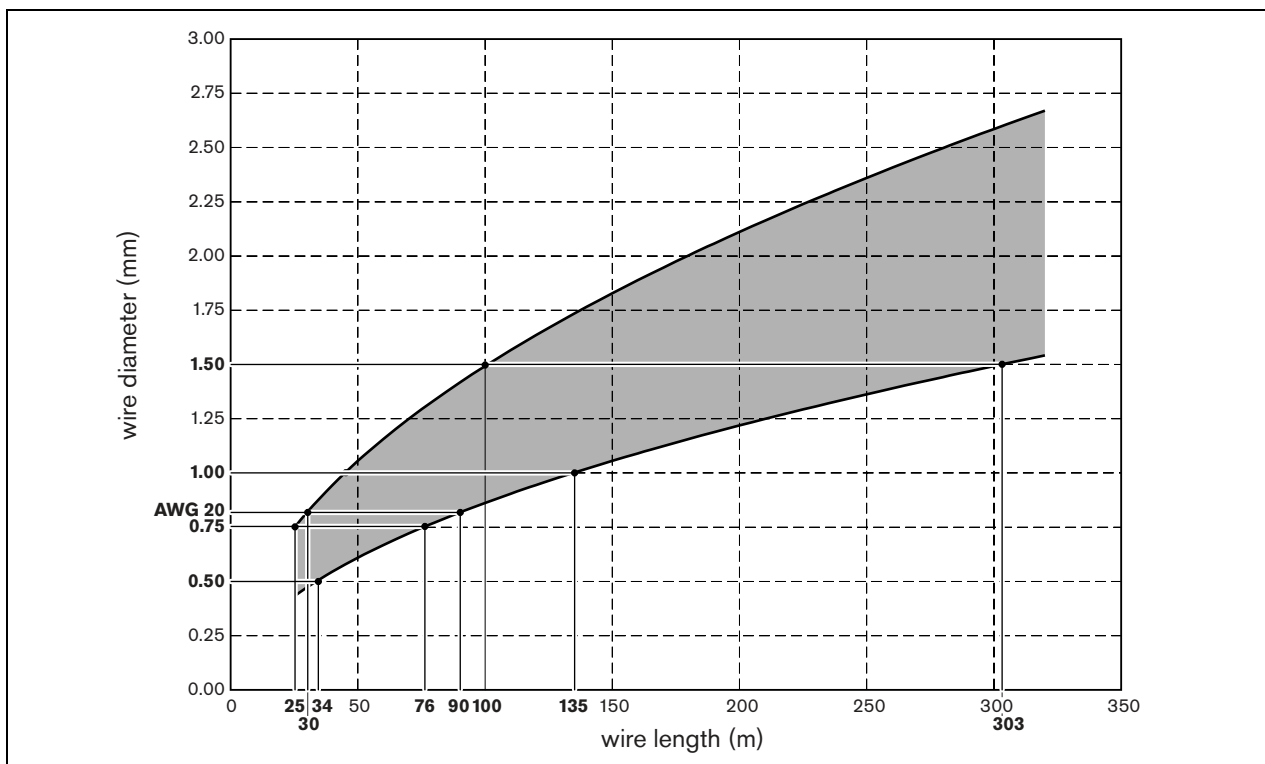

рисунок 2.9: Диаметр провода в зависимости от длины провода (медные провода)
- 2 Используйте рисунок 2.9 чтобы определить допустимый размер провода..
Например, в прямоугольной комнате шириной (W) 10 м и длиной (L) 30 м, длина провода составляет 80 м. Согласно рисунок 2.9, диаметр провода должен быть от 0,77 до 1,34 мм. Таким образом, вы можете использовать провод AWG 20 или провод со стандартным диаметром 1,00 мм.